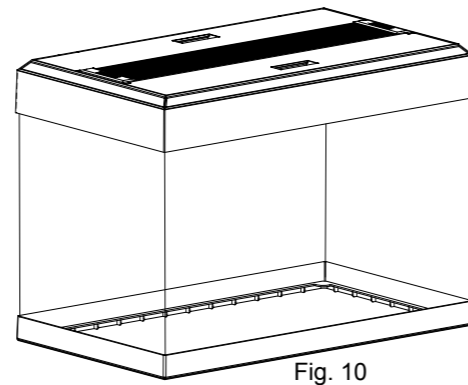

Fig. 10
- Platzieren Sie den Aluminiumstreifen (B2) an dem vorderen und hinteren Zugangsdeckel (B1) am oberen Rahmen des Aquariums. (Abb. 10)